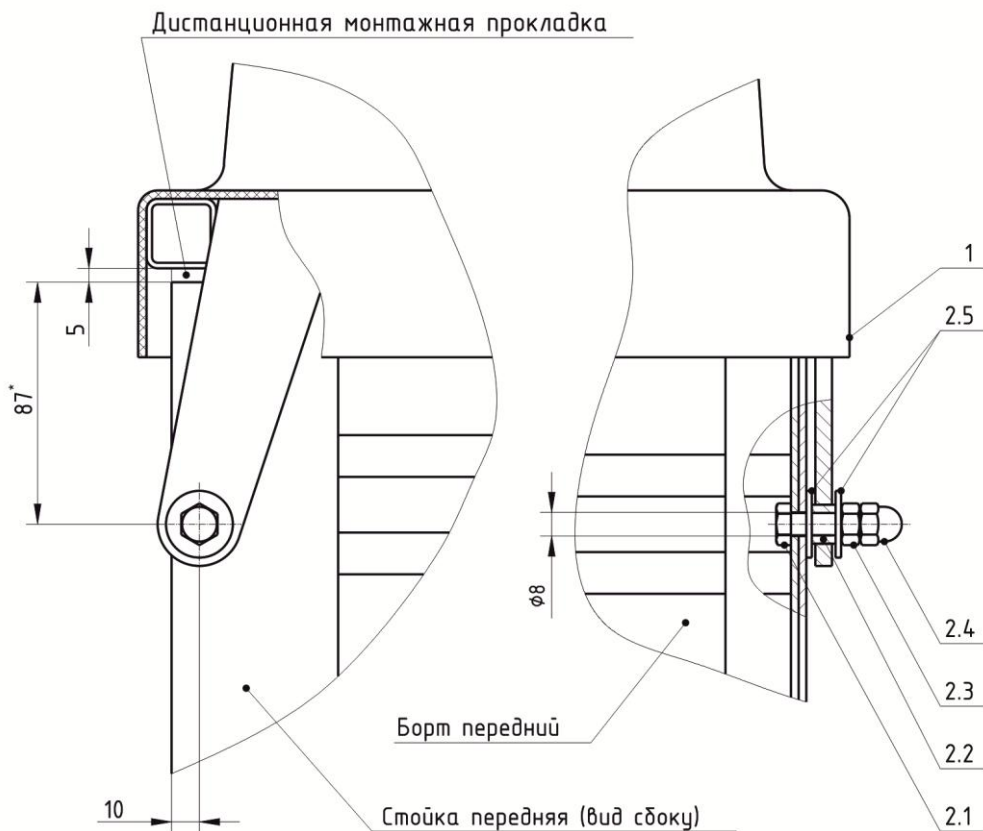

Рисунок 1.
3. Приподнять переднюю часть крышки и положить между передним бортом прицепа и передней частью рамки крышки дистанционную монтажную прокладку толщиной 5мм (рис. 1).
4. Сдвинуть крышку так, чтобы центры отверстий петель оказались в 10мм от края переднего борта, как показано на рис. 1.
5. Вставить в петли крышки втулки 2.2 и просверлить через них отверстия  $\phi 8$ мм, в передних стойках прицепа (рис. 1).
6. Установить в соответствующем порядке втулку 2.2, шайбы 2.5, болт 2.1 и гайки 2.3 и 2.4 как показано на рис. 1.